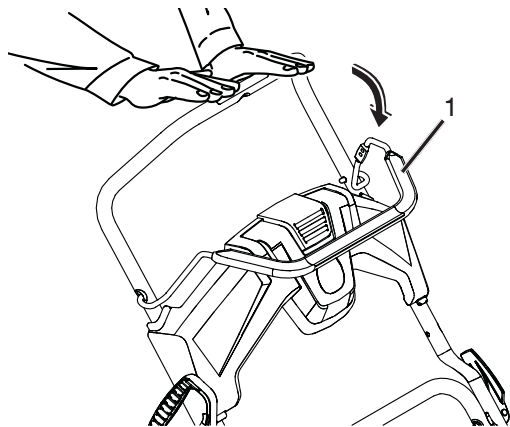

Figure 19
1. Relâcher la barre de contrôle pour éliminer le mou dans le câble de commande (Figure 19).